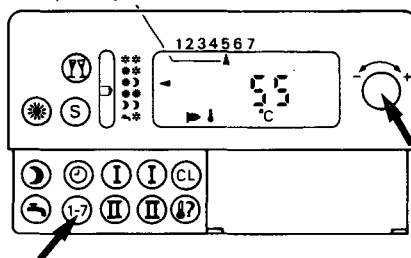

Fig. 16
1. Appuyer sur la touche "1-7" et tourner en même temps le bouton "- ↔ +" vers la gauche ou vers la droite jusqu'à ce que l'écran affiche "▲" sous le chiffre "5" (= vendredi) (fig. 16).
1. Appuyer sur la touche "1-7" et tourner en même temps le bouton "-↔+" vers la gauche ou vers la droite jusqu'à ce que l'écran affiche "▲" sous le chiffre "5" (= vendredi) (fig. 16, page 14).